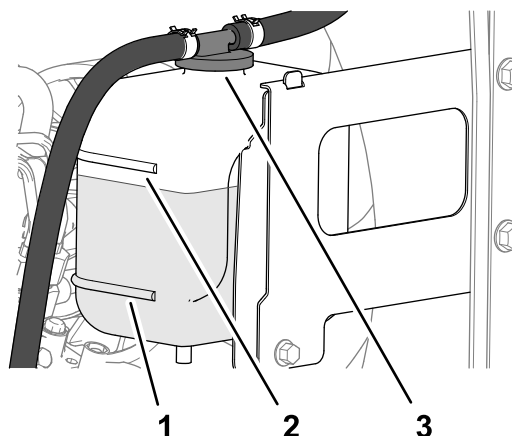

Figure 104
3. Vérifiez le niveau du liquide de refroidissement dans le vase d'expansion (Figure 104).